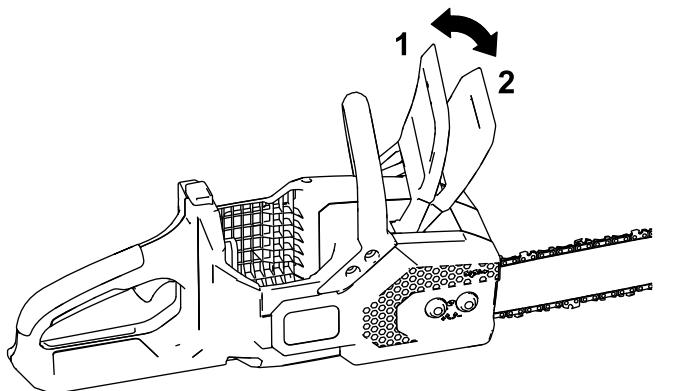

Bild 25
1. Stellen Sie die Kettenbremse nach vorne in die STOPP-Stellung, um die Kettenbremse zu aktivieren (Bild 25).
4. Stellen Sie die Kettenbremse nach hinten in die EINSATZ-Stellung, um die Kettenbremse zu deaktivieren (Bild 25).
4. Stellen Sie sicher, dass die Kettenbremse in der EINSATZ-Stellung ist (Bild 25).